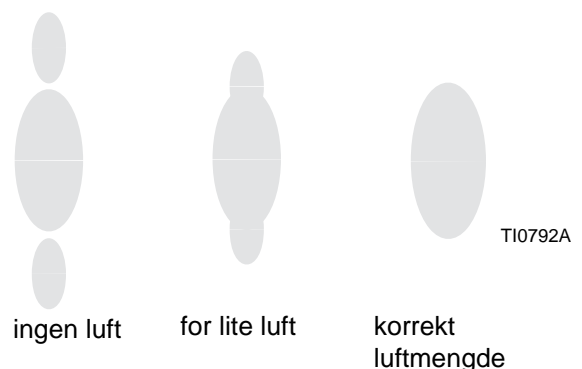

FIG. 14
- Sett forstøvningsluftrykket til ca. 5 psi (0,35 bar, 3,5 kPa) når pistolen trekkes av. Kontroller sprøytemønsteret, øk deretter luftrykket sakte helt til haleendene helt forstøves og blir en del av sprøytemønsteret. Se FIG. 14. Syv til 10 psi (4,9 til 7,0 kPa, 0,49 til 0,7 bar) luftrykk er typisk nok til å forstøve halene, spesielt for stoffer med lav viskositet. Å sette luftrykket for høyt vil føre til at stoffer samles opp på lufthetten og sette ned overføringseffekt. Ikke overskrid 100 psi (0,7 MPa, 7 bar) luftrykk til pistolen.